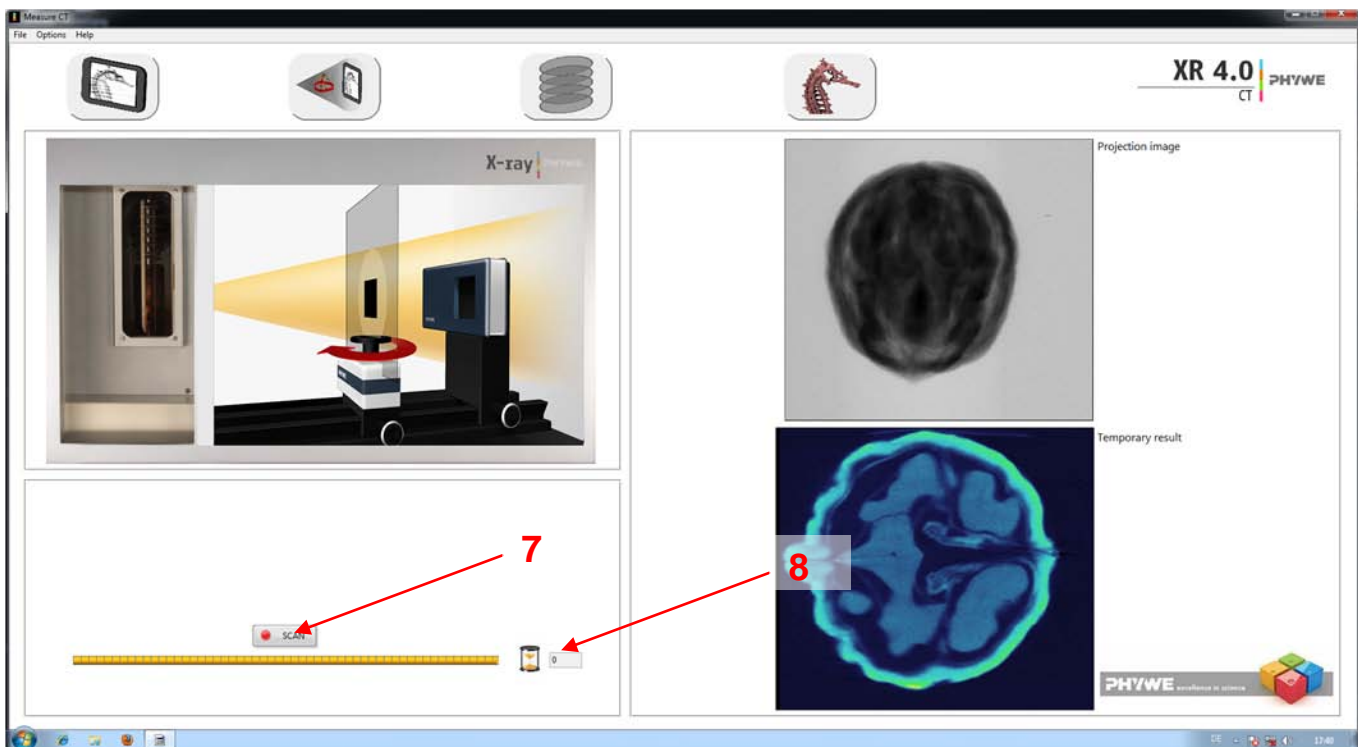

Abb. 6: Screenshot im Modus „CT-Scan“
2. Modus: „CT-Scan“, Abb. 6
- Klicken Sie auf „Scan“ (7) und erstellen Sie einen neuen Ordner. Öffnen Sie den Ordner und klicken Sie auf „Current folder“. Nun startet der Scan automatisch. Die verbleibende Zeit wird neben dem Statusbalken angezeigt (8)